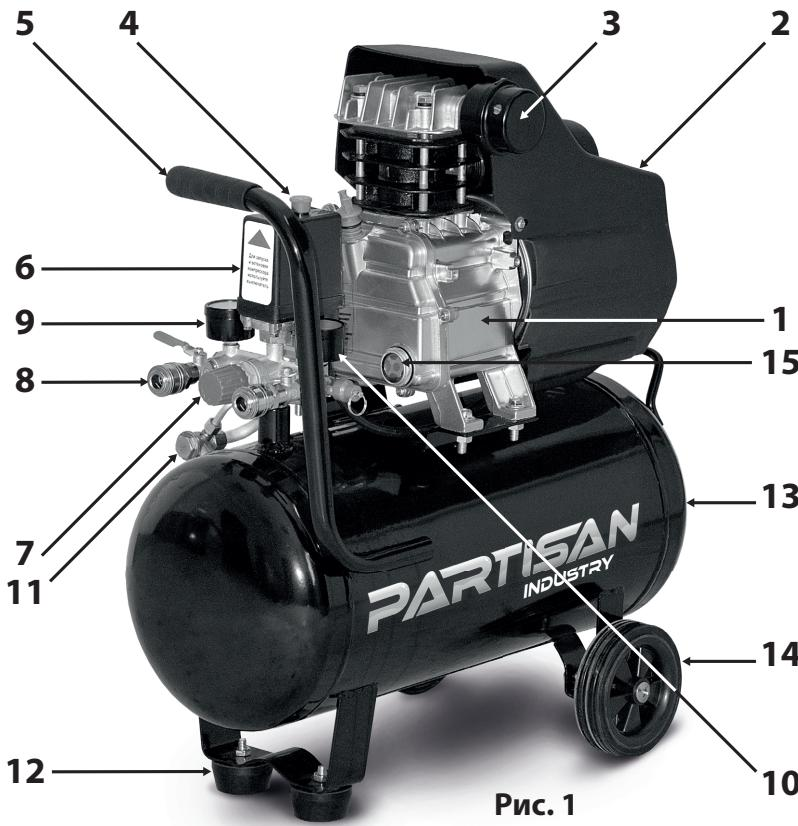

Рис. 1
- Блок поршневой (1) (См. Рис.1) – поршневая группа, одноступенчатая, одноцилиндровая, с воздушным охлаждением - предназначена для выработки сжатого воздуха.
- Ресивер (воздухосборник) (13) (См. Рис.1) служит для сбора сжатого воздуха, выравнивания пульсации воздуха, получающейся в результате возвратно-
- Ресивер имеет штуцера для установки реле давления (прессостата) (6), обратного клапана (11), крана слива конденсата, предохранительного клапана, а также кронштейны для установки платформы.
- Платформа предназначена для монтажа поршневого блока, электродвигателя, защитного кожуха (2).
- Электродвигатель предназначен для привода поршневого блока и компрессорной группы, и закрыт защитным кожухом (2) (См. Рис.1).
- Реле (прессостат) (6) служит для обеспечения работы компрессора в автоматическом режиме, поддержания давления в ресивере.
- Штуцер (8) с регулятором давления (6) предназначен для подачи воздуха потребителю.
- Обратный клапан (11) (См. Рис.1) обеспечивает подачу сжатого воздуха только в направлении от поршневого блока к ресиверу.
- Манометр (10) предназначен для контроля давления в ресивере.
- Блок управления компрессором включает в себя: манометр давления в ресивере (10); манометр давления на выходе (9); реле давления (прессостат) (6); регулятор давления на выходе (7); кнопку пуска (4); клапан предохранительный.
2. Убедитесь в том, что кнопка пуска (4) на реле давления (6) (См. Рис.1) находится в положении «Выключено». Вставьте вилку питающего электрического кабеля в соответствующую розетку.